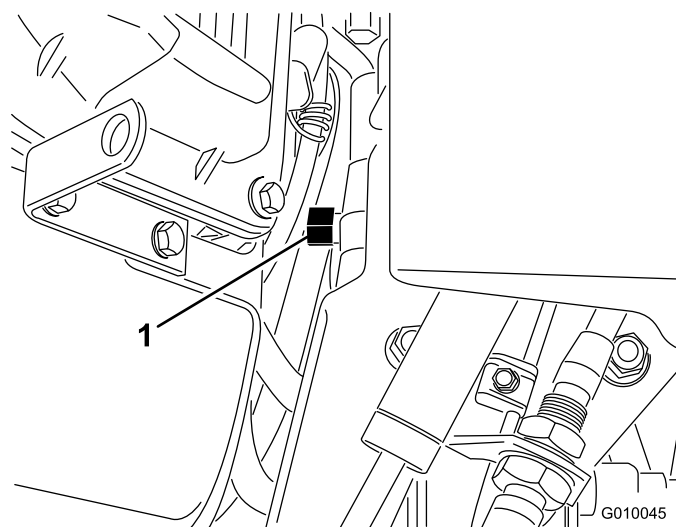

Figura 30
2. Localize a válvula de derivação entre o motor e a bomba hidrostática (Figura 30).
3. Utilizando uma chave de 5/8 pol., rode a válvula de derivação no sentido contrário ao dos ponteiros do relógio 1 volta. Isto permite que o fluido hidráulico passe pela bomba, possibilitando a rotação das rodas (Figura 30).
5. Para voltar a colocar o arejador a funcionar, rode a válvula de derivação no sentido dos ponteiros do relógio 1 volta (Figura 30).